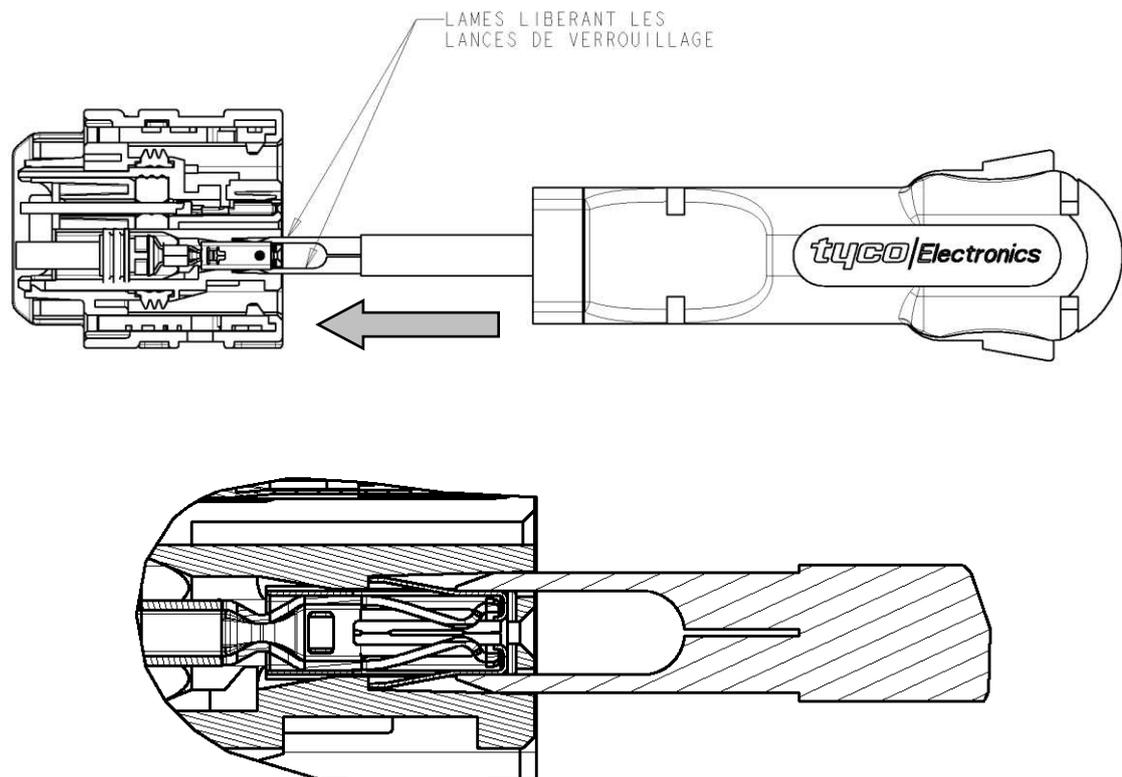

Figure 29
- ♦ Introduire l'outil extracteur réf. 539970-1 dans les fentes d'extraction de l'alvéole (voir figure 29).